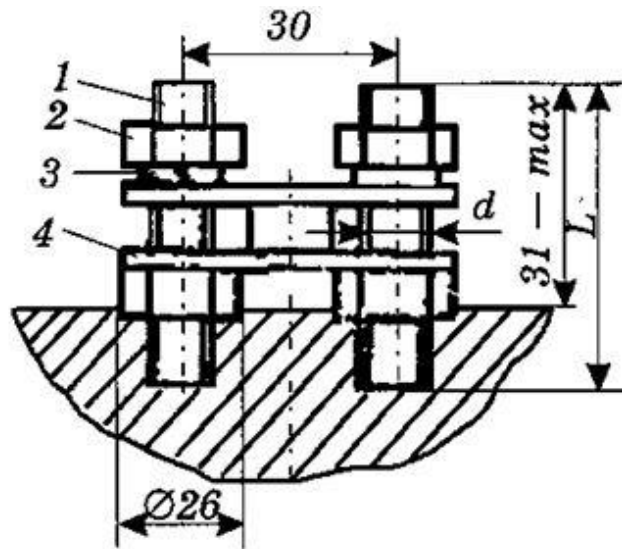

Рис. 11. Зажим типа ЗШ2П.
3. Назовите элемент 1, изображенный на рис. 11: